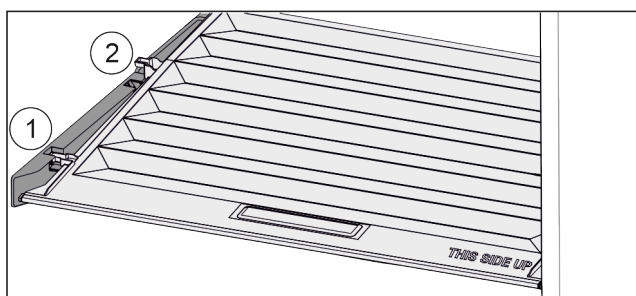

Fig. 25
- ▶ Vytáhněte víko dopředu až k otvoru v přídržných dílech Fig. 25 (1).
- ▶ Vzadu zespuď nadzvedněte a vyjměte směrem nahoru Fig. 25 (2).